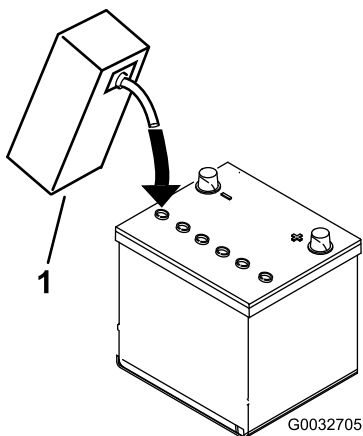

図 7
3. 各セルの電極板が液面下 6 mm程度に水没するまで、電解液を慎重に入れる 図 7。
4. 電極板が液を吸収するまで20-30分程度待つ。必要に応じて、電極板が6 mm程度水没するぐらいに電解液を補充する図 7。